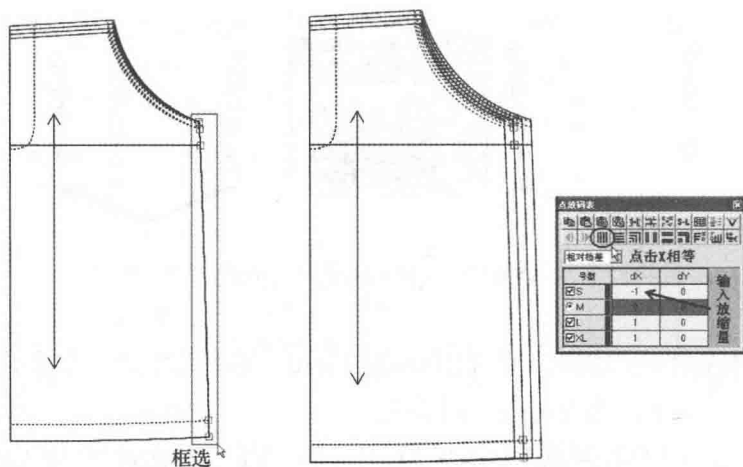

图5-40 前片侧缝放缩效果图
(10) 用 【选择纸样控制点】工具框选前片侧缝，在【横向放缩】栏输入放缩量 1cm，然后点击 X 相等 (图 5-40)。